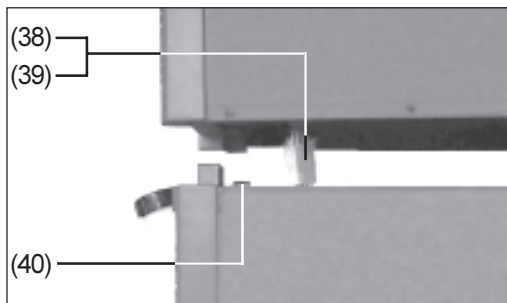

Fig.9 Connexion par fiche entre la source de courant et l'unité de refroidissement
- Réaliser la connexion par fiche (39) entre la source de courant et l'unité de refroidissement (fig. 9)
- Insérer autant que possible le connecteur (38) de la source de courant dans l'ouverture de la partie inférieure (fig. 9)
- Poser prudemment la source de courant sur l'unité de refroidissement (fig.9).